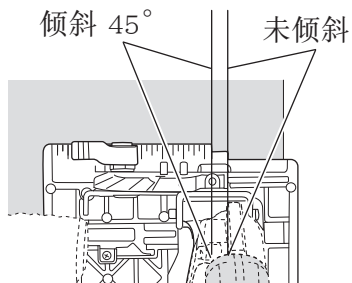
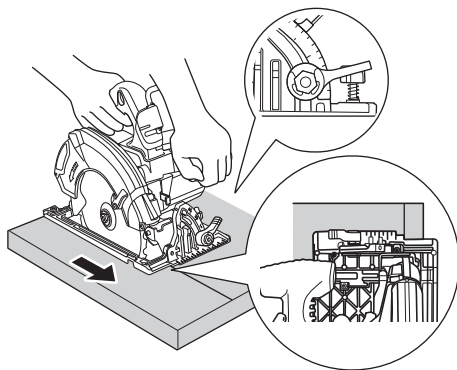
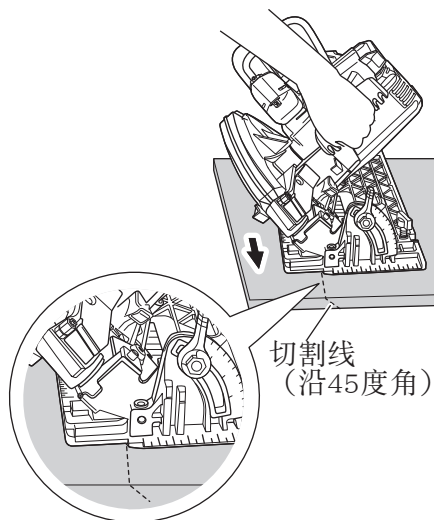

图27
图28
图29
- (1) 将底座置于材料上，然后将记号线和锯片对准底座前面的凹槽（图27）。
- (2) 底座无倾斜角度时，使用凹槽右侧（图27, 图28）。
如果底座有倾斜角度（45度），使用凹槽左侧（图27, 图29）。
- (4) 将锯片向前倾斜，并将凹槽（第32页的图27）对准预先标记的基准线。
- (5) 松开控制杆。下护罩与工件表面接触时，将处于适当位置以便于在开始锯割时自由打开。
- (6) 使电锯处于适当位置，确保刀刃未接触工件表面，拉动扳机。
- (7) 电锯达到全速模式后，逐渐放下电锯后部，直至底座接触工作台表面。
- (8) 沿切割线将电锯移动至边角。
- (9) 松开扳机，待刀刃完全停止，再从工件将刀刃取下。
- (10) 用曲线锯或手锯将边角锯割干净。
- (11) 新开始锯割时，重复上述操作。